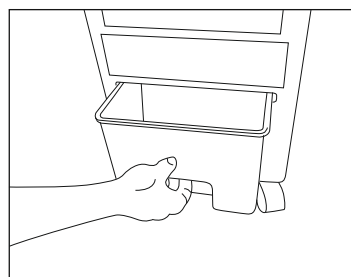

РИС. 5
2. Выдвиньте и достаньте бак для воды (см. рисунок 5).